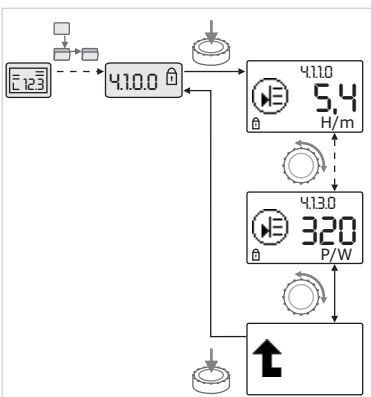

Fig. 46: Pozivanje informacija
- Okretanjem dugmeta za rukovanje podesiti stavke menija „Informacije“ trenutnog podmenija (vidi Fig. 46). Za objašnjenja podešavanja predstavljenih odgovarajućim simbolima, vidi tabelu u poglavlju 8.7 „Pregled stavki menija“ na strani 36.